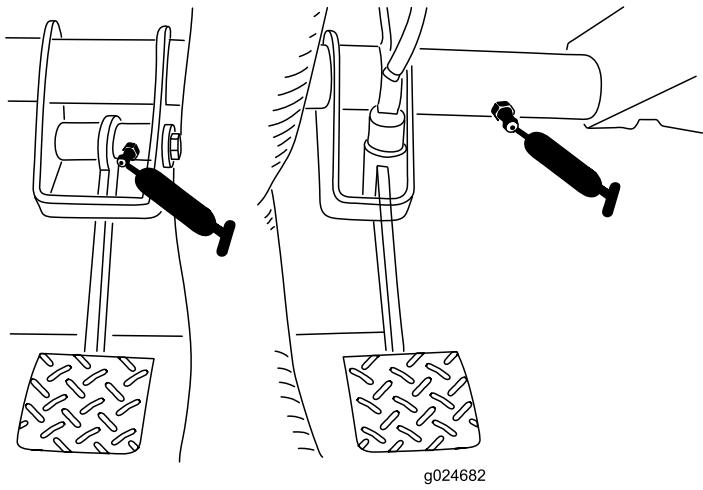

Figure 30
- **Embrayage (1);** voir Figure 30
- **Frein (1);** voir Figure 30